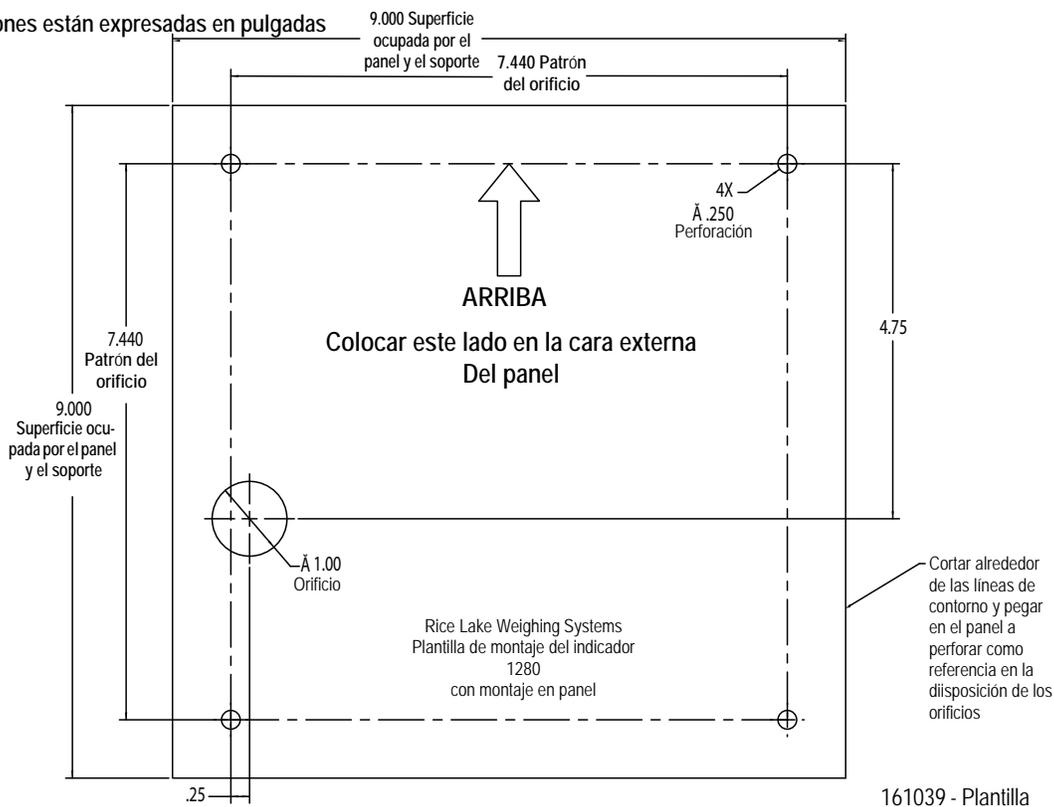
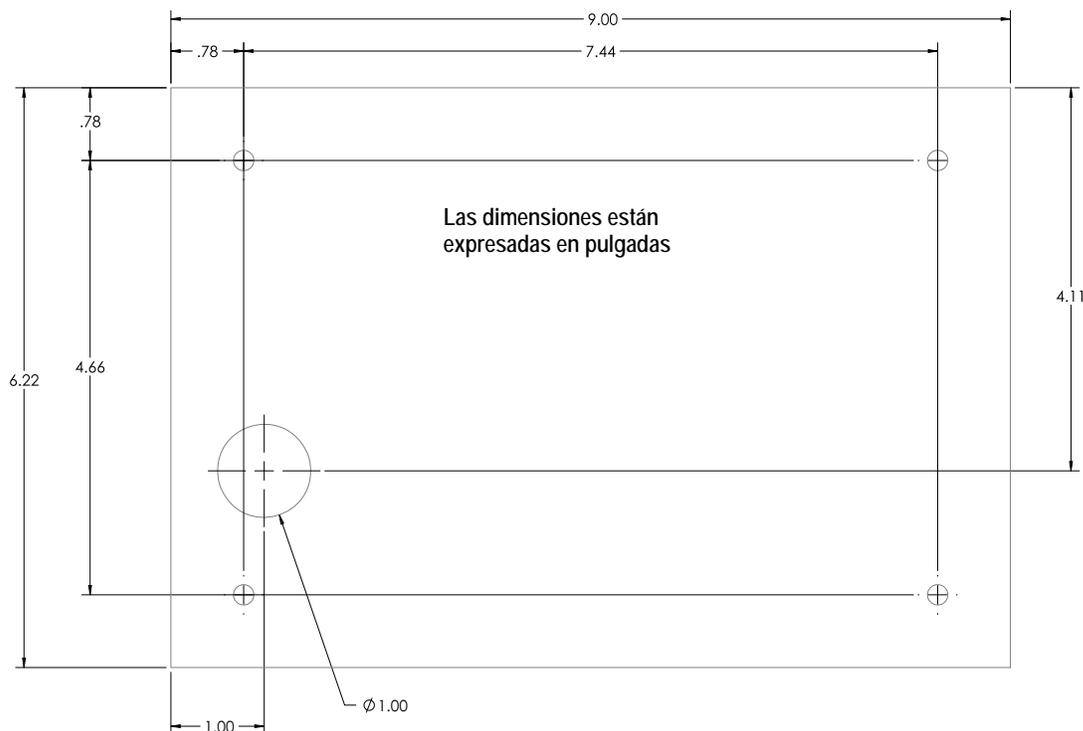
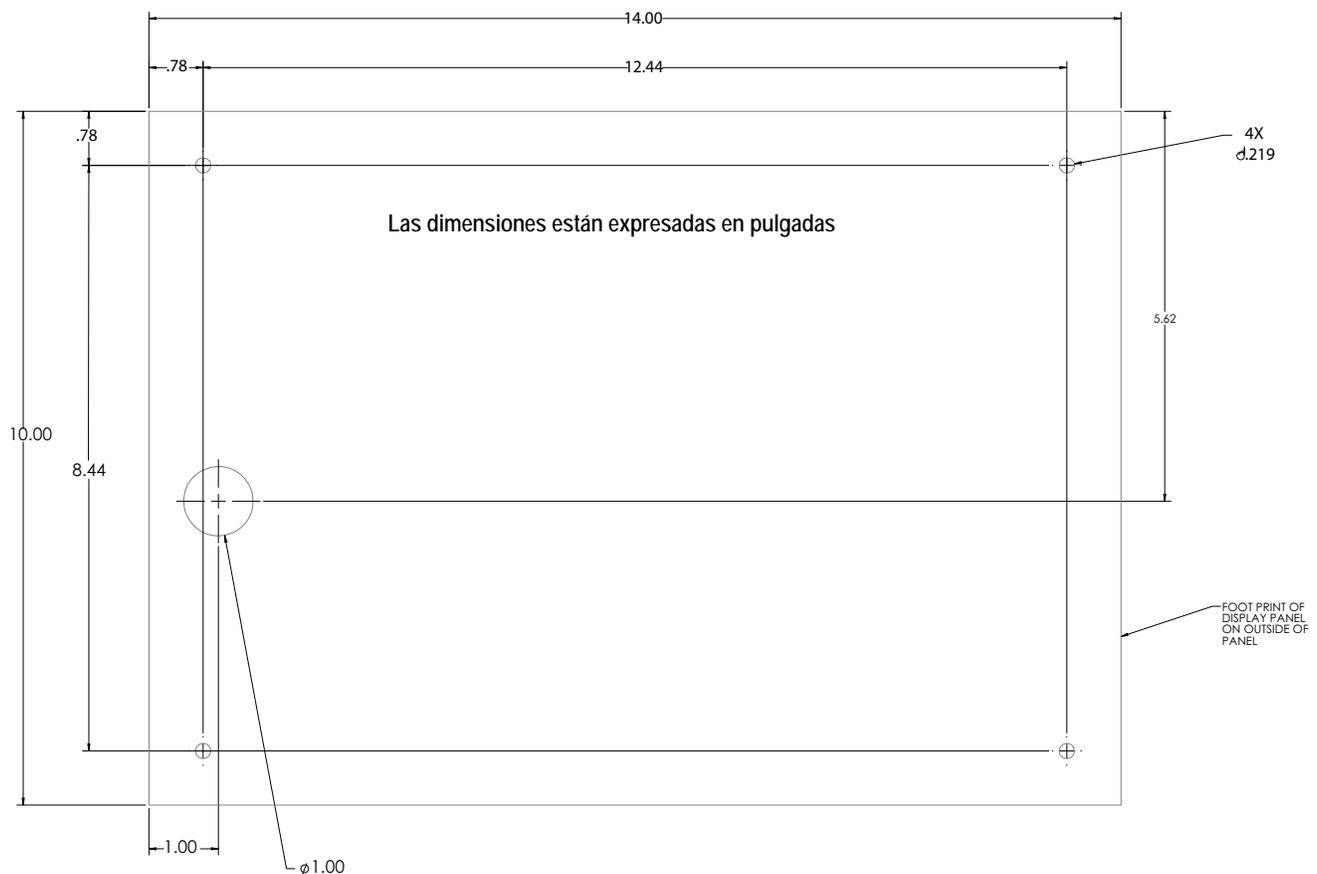

Imagen 2-17. Dimensiones del montaje en panel con teclado
Imagen 2-18. Dimensiones del montaje en panel de 7 pulgadas solo táctil
Imagen 2-19. Dimensiones del montaje en panel de 12 pulgadas solo táctil
1. Adhiera la plantilla del montaje en panel con cinta al exterior del panel. Consulte la Imagen 2-15 y la Imagen 2-17.
Estas ilustraciones no están hechas a escala. Se proporciona únicamente con fines ilustrativos. Utilice las dimensiones para marcar los orificios para el montaje en panel o use la plantilla que se proporciona con el indicador. NO utilice la Imagen 2-17, la Imagen 2-18 y la Imagen 2-19 como plantilla.